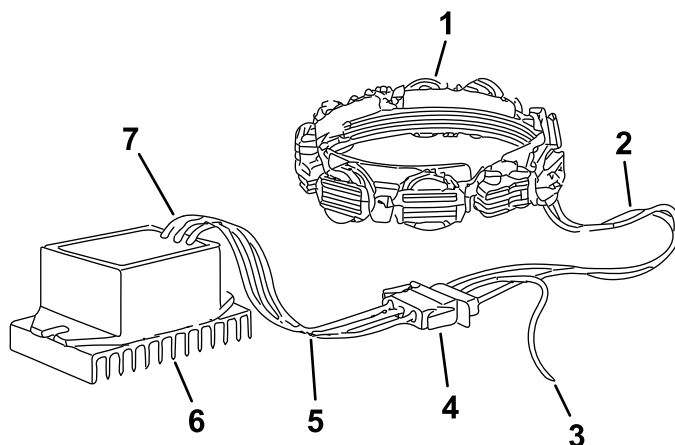

Figure 105
L'alternateur régulé fournit un courant alternatif au régulateur-redresseur par le biais de deux fils de sortie (Figure 105). Le régulateur-redresseur transforme le courant alternatif (CA) en courant continu (CC), et régule le courant à la batterie. Le taux de charge varie avec le régime et la température du moteur.